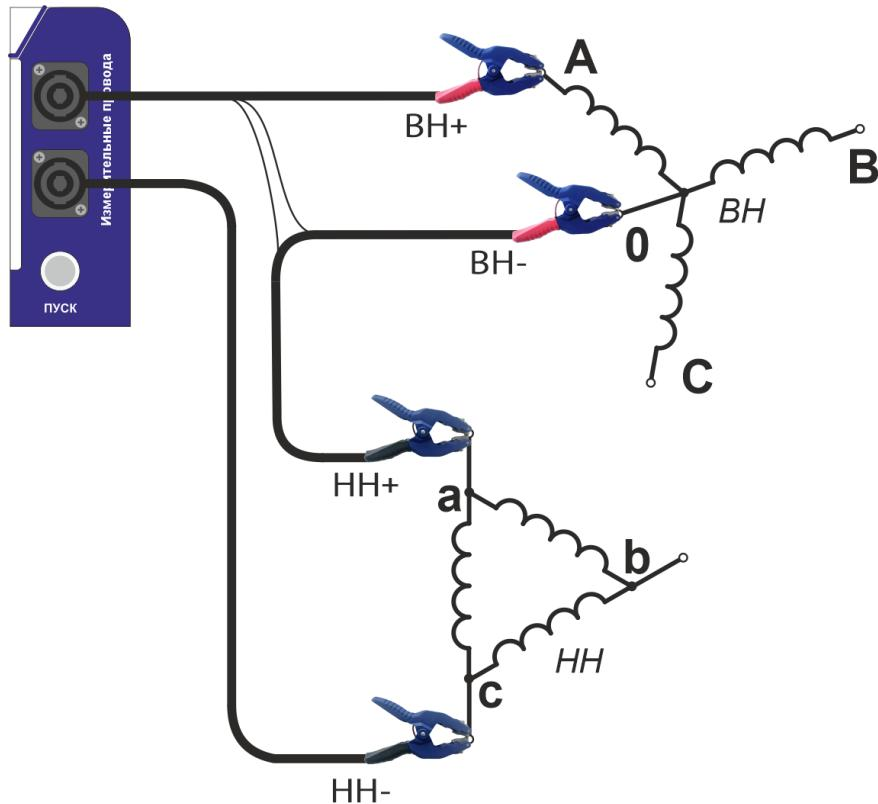

Рис. 12. Схема подключения измерительных проводов при измерении сопротивления трансформаторов большой мощности.
может быть очень большой, поскольку сопротивления обмоток малы, и процесс в трансформаторе большой мощности может занимать несколько минут. Для сокращения времени установления показаний прибора можно попробовать насытить магнитопровод трансформатора, пропуская ток по обмотке высокого напряжения, как это показано на схеме рис. 12. Для трансформаторов большой мощности со схемой соединения обмоток Y0-D 11 группы подключение измерительных проводов необходимо проводить в соответствии с таблицей:
- Подключить крокодилы измерительных проводов к объекту испытаний (схема подключения на рис. 12).